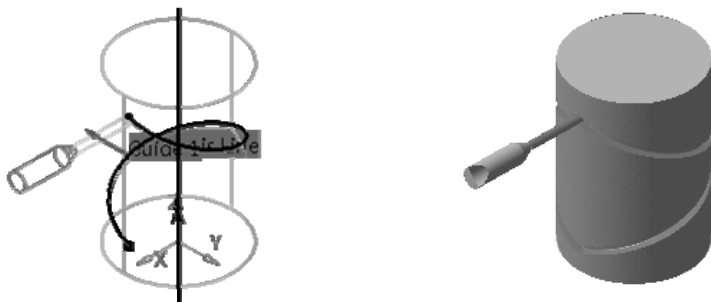

图 4-78 刀具路径轨迹和实体切削仿真
1) 重复 4.2.4 之 4 所有步骤，显示另外一侧的刀具路径轨迹并进行实体切削仿真，如图 4-78 所示。